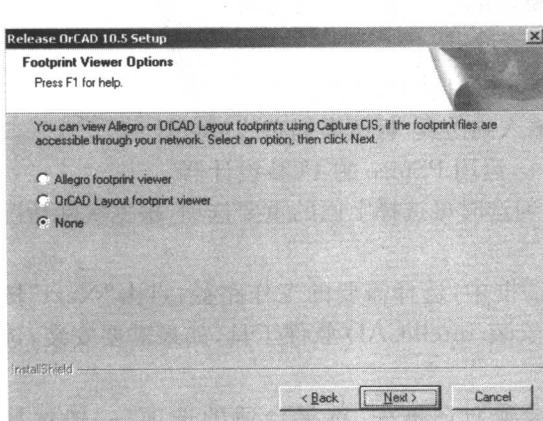

图 1.2.13 脚本观察选项对话框
(9) 在弹出的如图 1.2.13 所示的脚本观察选项对话框中，选择合适的选项（一般选择 None），单击“Next”按钮。